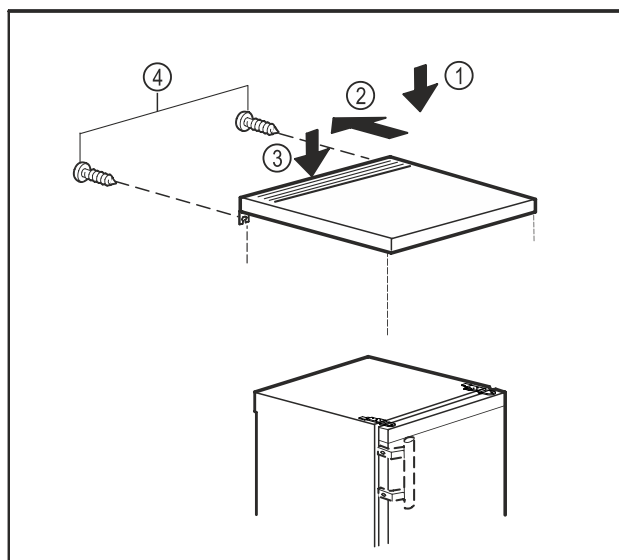

Fig. 10
- ▶ Plaats het tafelblad op het apparaat. Fig. 10 (1)
- ▶ Duw het tafelblad naar achteren. Fig. 10 (2)
- ▶ Druk het tafelblad aan de achterkant naar beneden. Fig. 10 (3)
- ▶ Draai de schroeven aan de achterkant vast. Fig. 10 (4)